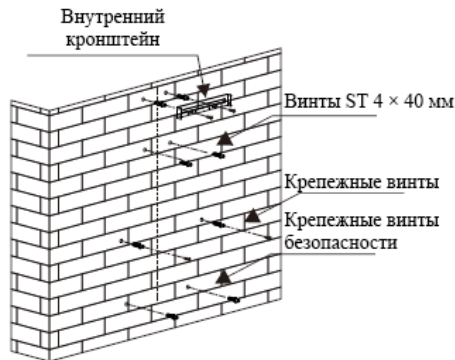

Рисунок 2
3. После определения высоты установки вытяжки измерьте расположение отверстий и просверлите 8 отверстий для подвешивания вытяжки, установки внутреннего кронштейна и крепления безопасности. Вставьте дюбели в отверстия и убедитесь, что вытяжка установлена. Закрепите внутренний кронштейн на самой высокой точке внутреннего дымохода. См. рисунок 2.
4. Закрутите 2 винта 4×30 мм в стену с дюбелями так, чтобы они выступали на 3-5 мм от стены для подвешивания вытяжки. Затем используйте 2 винта 4×40 мм для крепления внутреннего кронштейна. См. рисунок 2.